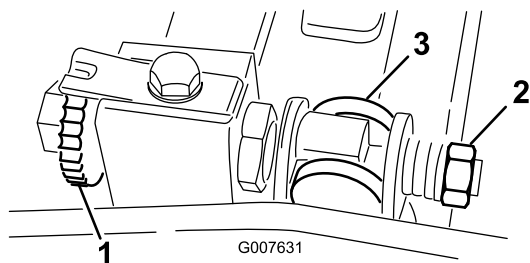

Figura 61
1. Gire el tornillo de ajuste de la barra de asiento en el sentido contrario a las agujas del reloj para alejar la contracuchilla del molinete (Figura 61).
2. Afloje la tuerca de tensado del muelle hasta que el muelle deje de presionar la arandela contra la barra de asiento (Figura 61).